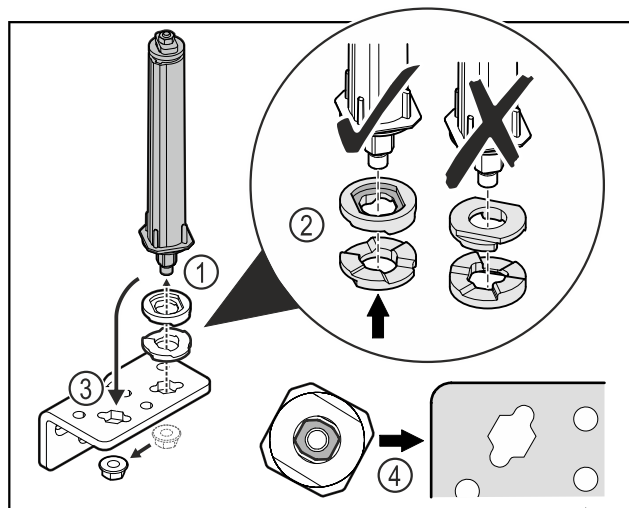

Fig. 35
- Soltar la tuerca y retirar el sistema de cierre de la puerta Fig. 35 (1).
- Tener en cuenta la orientación correcta de las arandelas de ajuste de altura Fig. 35 (2).
- Cambiar la posición del sistema de cierre de la puerta en la escuadra de bisagra y fijar con la tuerca Fig. 35 (3).
- Tener en cuenta la orientación correcta del sistema de cierre de la puerta al insertarlo Fig. 35 (4).